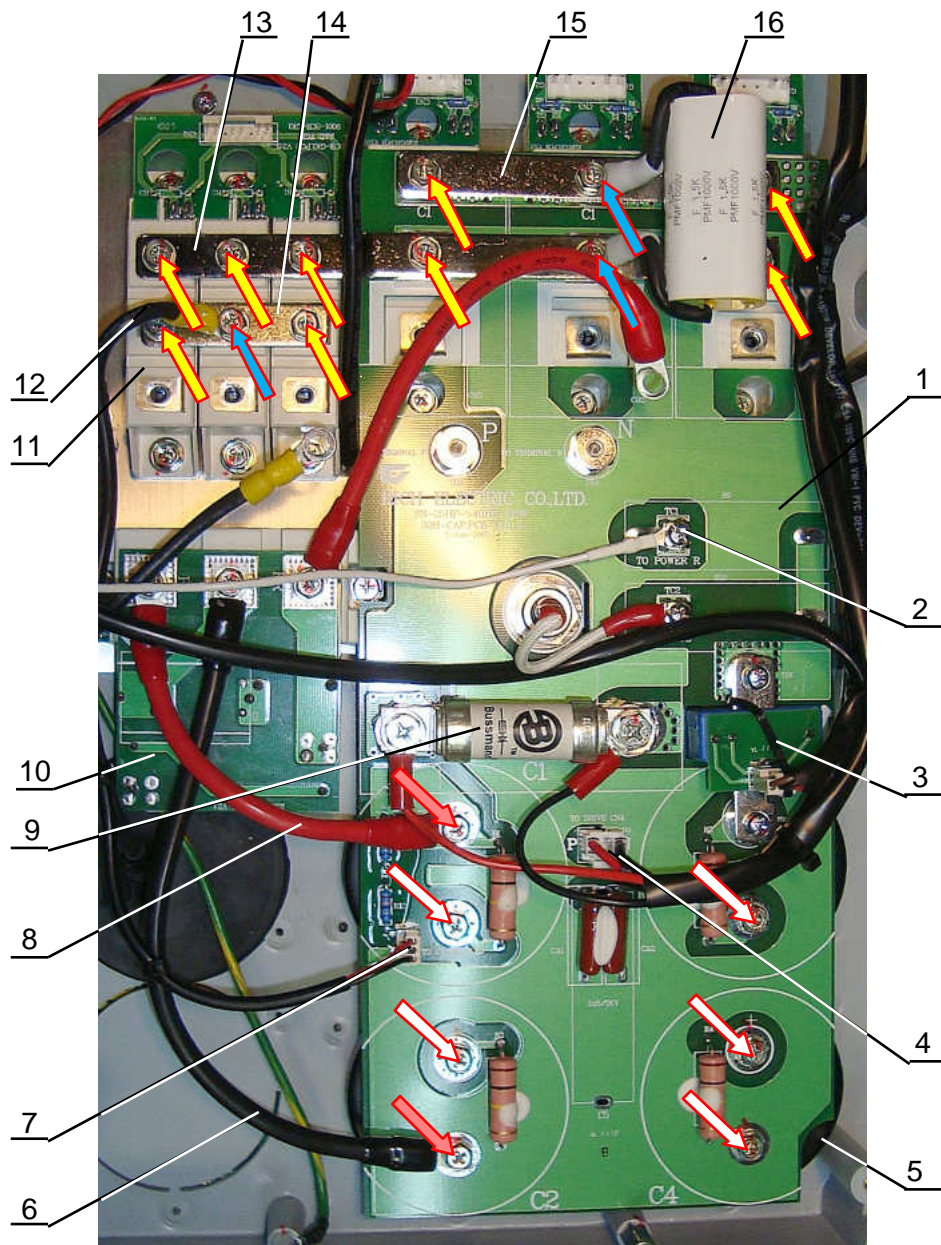

Рис. 7.16.
7.9.1. Взять емкостную плату (табл.4.1, поз.3), установить ее поверх конденсаторов и модулей IGBT, совместив отверстия платы с отверстиями для крепления выводов конденсаторов (рис.7.16).
7.9.2. Вкрутить, не затягивая, пять винтов (белые стрелки на рис. 7.16) крепления емкостной платы 1 к конденсаторам 5.
7.9.3. Прикрутить, не затягивая, двумя винтами (красные стрелки на рис.7.16) наконечники проводов 6 и 8 к контактам «-» и «+» платы и к конденсаторам (рис.7.16).
7.9.4. Взять шины «+ IGBT», «+выпрямителя» и «-» (табл.4.1, поз.17), установить шины на емкостную плату и на выводы диодно-тиристорных модулей, как показано на рис.7.16.
7.9.5. Вкрутить, не затягивая, девять винтов (желтые стрелки на рис. 7.16) крепления шин 13...15 к модулям IGBT и диодно-тиристорным модулям.
7.9.6. Взять снаббер (табл.4.1, поз.18; рис.7.16, поз.16), прикрутить двумя винтами к емкостной плате и среднему модулю IGBT (синие стрелки на рис.7.16).
7.9.7. Прикрутить наконечник длинного провода реактора 12 к шине «+» и среднему диодно-тиристорному модулю (синяя стрелка на рис.7.16).
7.9.9. Взять жгут индикатора заряда (табл.4.1, поз.31), подключить розетку 7 жгута к разъему CN1 емкостной платы (рис. 7.16).
7.9.10. Взять жгут питания платы драйверов (табл.4.1, поз.29), подключить розетку 4 жгута к разъему CN3 емкостной платы (рис. 7.16).
7.9.11. Вкрутить винт 2 крепления наконечника провода цепи предзаряда М3,5х8 с фигурной шайбой к клемме ТС1 емкостной платы 1 (рис. 7.16).